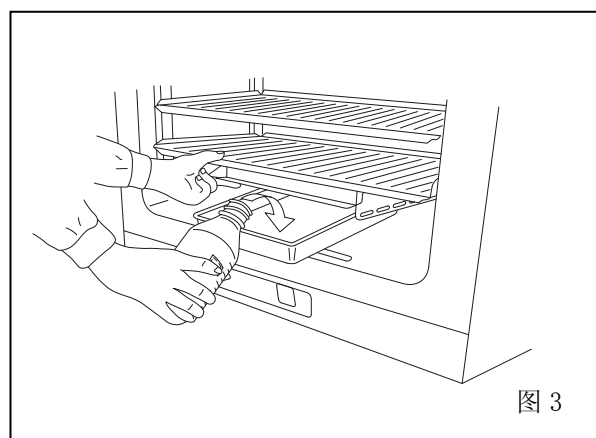

图 3
5. 取出增湿盘。见图 3。
5. 将增湿盘放在盘盖的下方，并往里面灌入无菌蒸馏水（大约 1.5 升）见图 3。确认蒸馏水已被预热至 37℃。